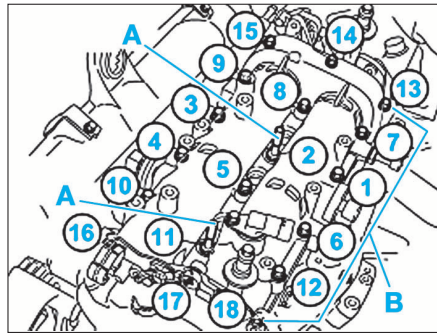

FIG. 30
- Effectuer un nouveau préserrage des vis (A) (M8) à 1,5 daN.m et des vis (B) (M7) à 1,2 daN.m (Fig.30).